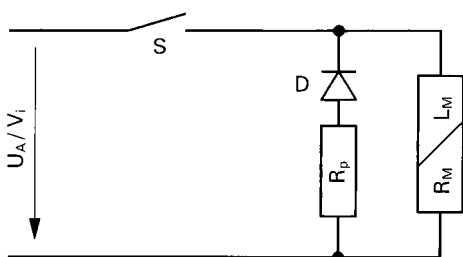

Fig. 8
8.5 Abfalldämpfung (Fig. 8)
8.5 Increasing the release time (Fig. 8)